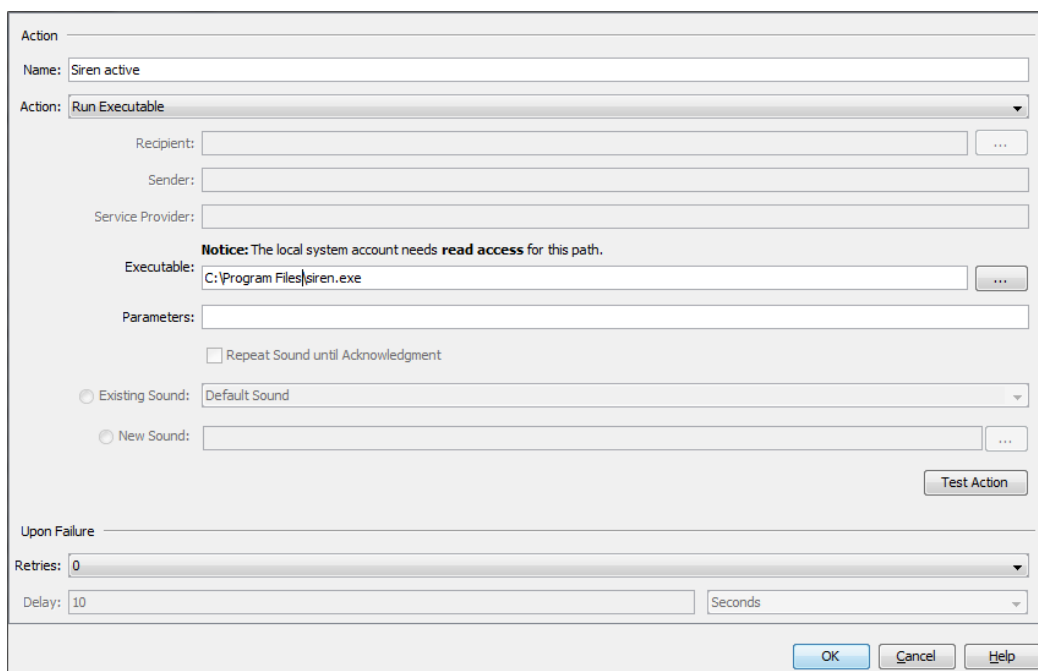

图 80: 配置 C > 选项 P > 基础 > 事件动作 > 操作, 用于用户程序 “ siren.exe ” 的 “ Execute program ” (执行程序) 操作的示例
- ▶ 执行程序（参见“在 Windows 系统下安装”中的注释）。在下图（参阅图 80）中，您将看到诸如“siren.exe”等用户程序。